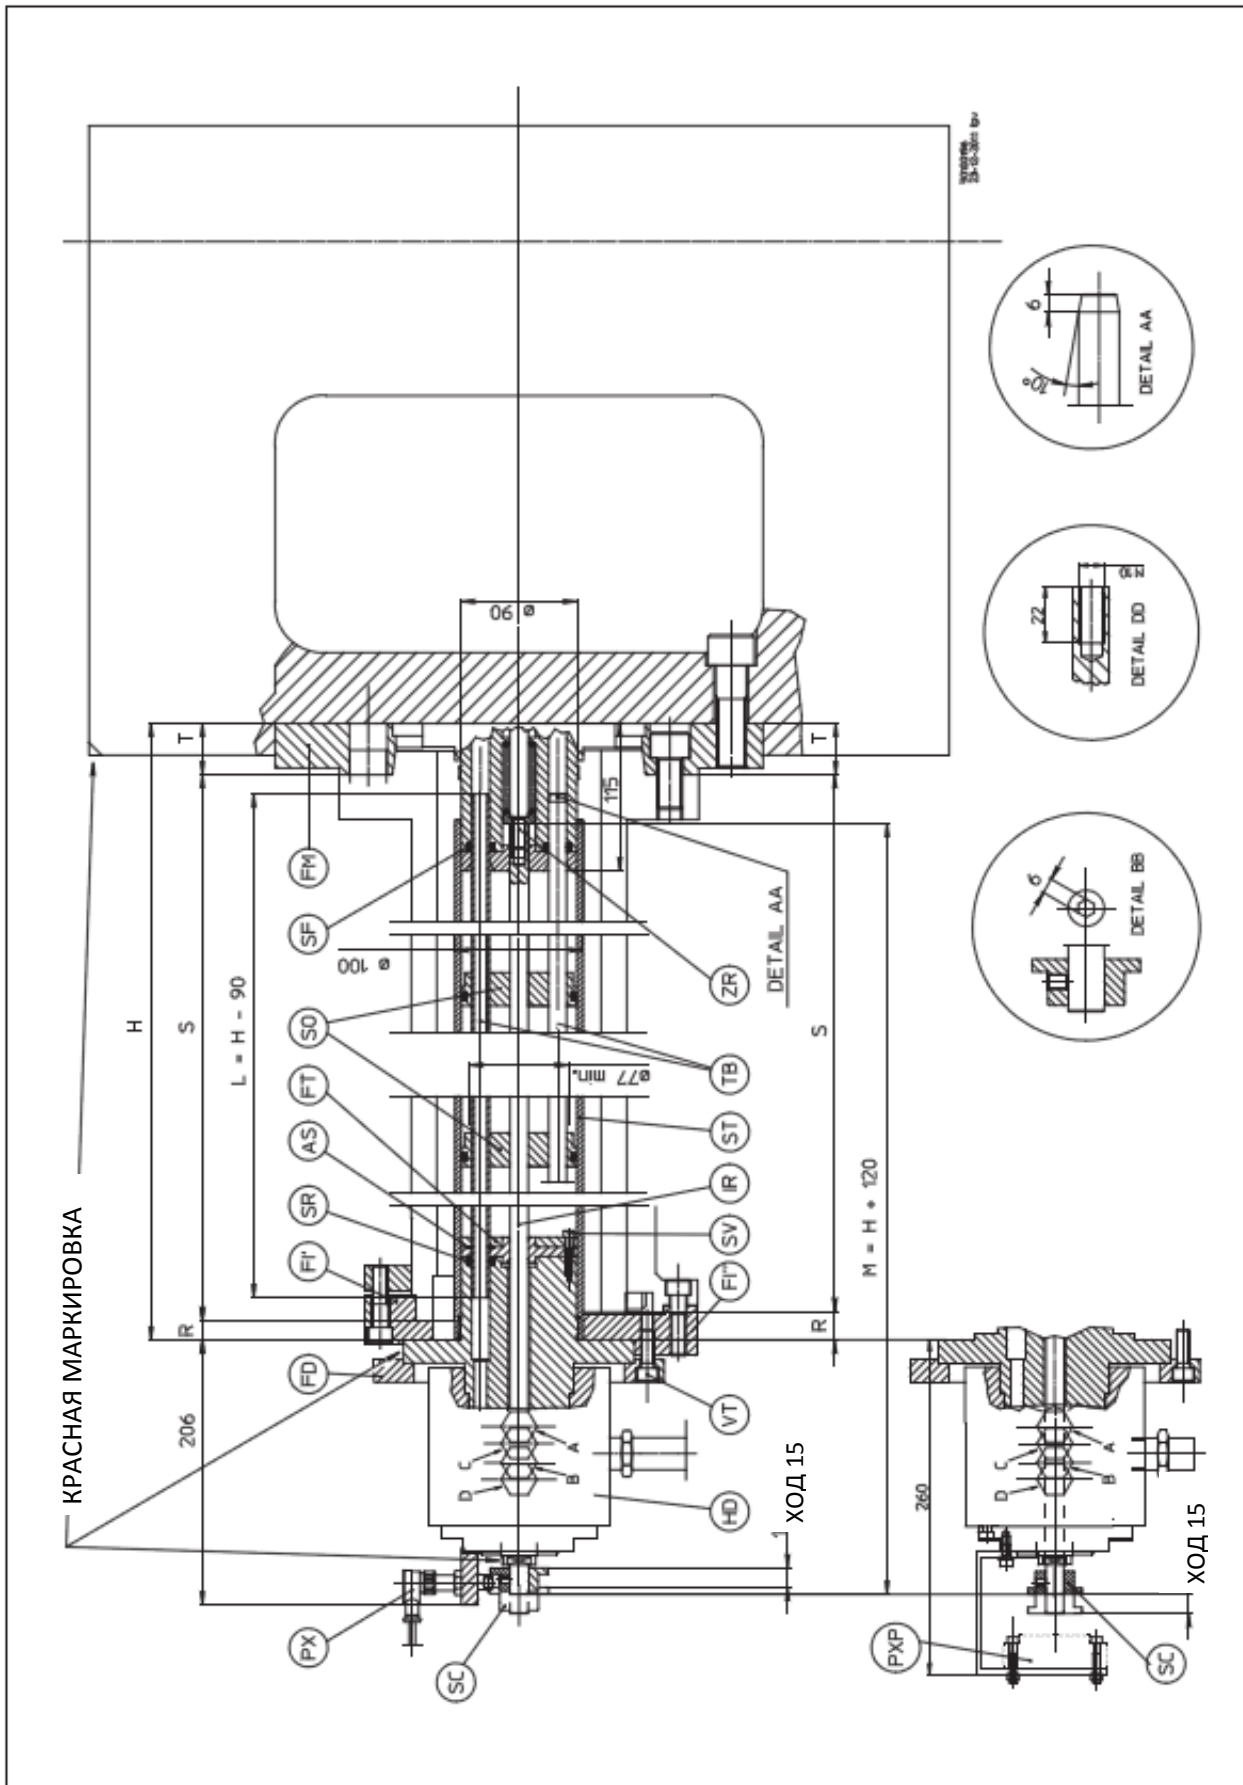

рисунок 3
3.3 Определите размер  $H$  как сумму  $R+S+T$  (смотрите рисунок 3)
3.4 Определите длину  $L$  (смотрите рисунок 3) масляного трубопровода по формуле  $L=H-90$ .
3.5 Отрежьте трубы на длину  $L$ , закруглите переднюю часть как на детали чертежа «АА» и обточите острые углы (смотрите рисунок 3).
3.6 Определите длину  $M$  управляющего стержня  $IR$  индексного положения по формуле  $M=H+120$  (смотрите рисунок 3).
Сделайте отверстие с резьбой  $M10$  возле обрезанного конца стержня (смотрите рисунок 3 – деталь «DD»).
3.9 Установите фланец  $FI$  (смотрите рисунок 3), так чтобы он совмещался с формой шпинделя станка.
3.16 Теперь закрепите окончательно фланец FD, снова установите на задний конец шпинделя, используя фиксирующие винты VT. (Проверьте, что имеет место минимальный промежуток между F1 и FD, смотрите рисунок 3).
3.17 Введите управляющий стержень IR через коллектор и две опоры SO, затем ввинтите его полностью в резьбу M10 ZR, используя гаечный ключ и углубление на заднем конце стержня (смотрите рисунок 3 – деталь «BB»).